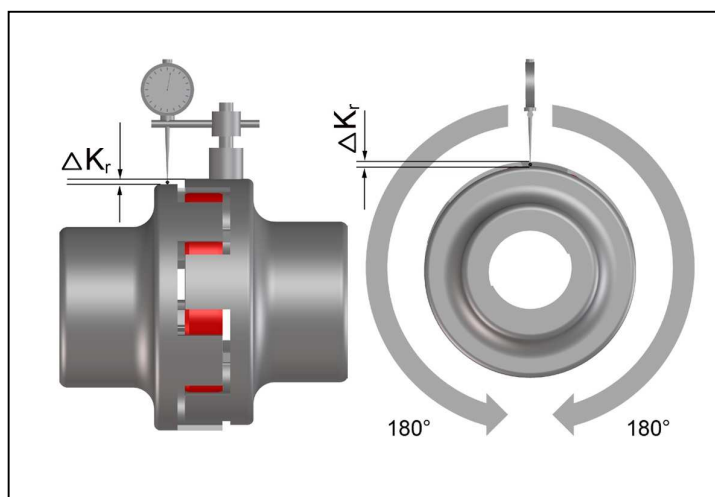

Bild 7
- Vermessen Sie eine ganze Umdrehung (360°). Ermitteln Sie dabei die größte Abweichung  $K_{r1}$  sowie die kleinste Abweichung  $K_{r2}$  (Bild 7). Berechnen Sie die Radialverlagerung  $\Delta K_r = 0,5 \times (K_{r1} - K_{r2})$ . Beachten Sie die Vorzeichen der Messwerte.